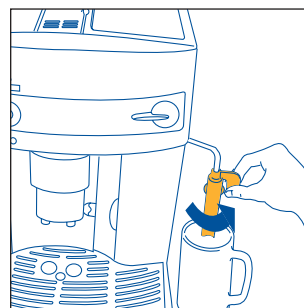

Рис. 3
2. Передвиньте устройство для взбивания молока наружу и поставьте под него чашку, рис. 3.
- Поверните устройство для взбивания молока в направлении от кофеварки, рис. 3.
- Установите емкость под устройство для взбивания молока, рис. 3.
- Направьте устройство для взбивания молока, рис. 3, в сторону вне кофеварки.